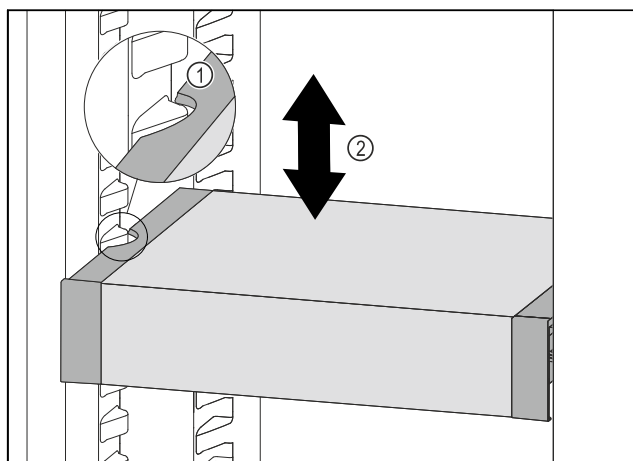

Fig. 92
- Tirare VarioSafe in avanti fino a quando le cavità laterali di VarioSafe non si trovano al livello della nervatura del contenitore nel vano frigorifero. Fig. 92 (1)
- Spostare VarioSafe verso l'alto o verso il basso nel vano frigorifero fino a raggiungere l'altezza desiderata. Fig. 92 (2)